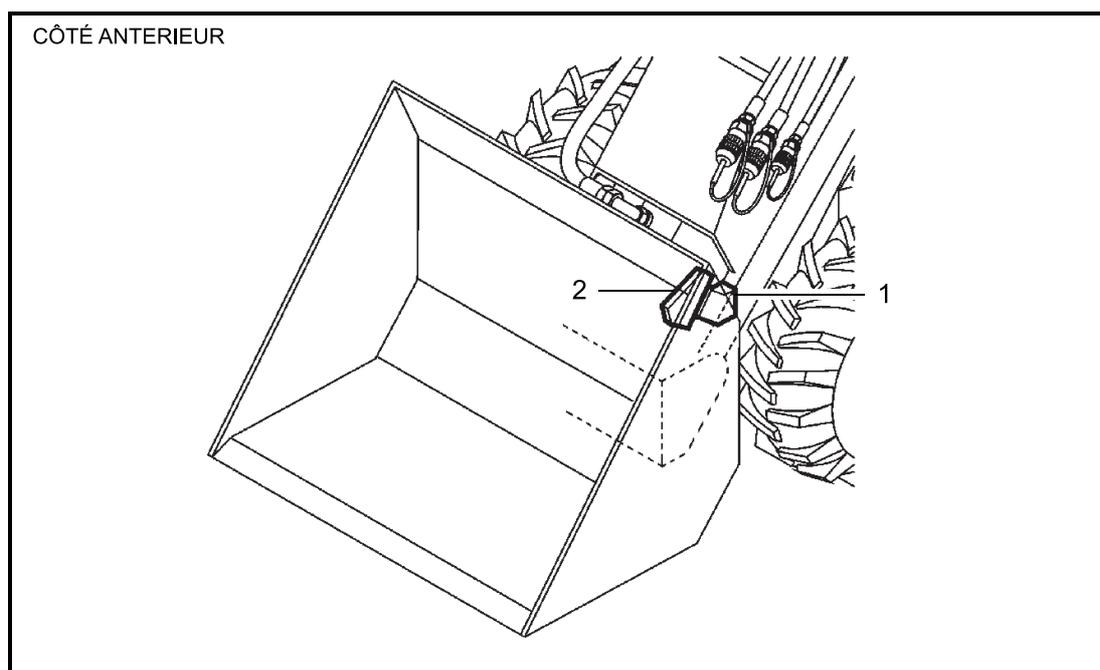

FIG. 30 (Fin de course châssis)
En phase de poussée pour le chargement de la benne, il est très important que les points d'appui du bras (**FIG.30-Réf2**) soient appuyés sur les fin de course du châssis (**FIG.30-Réf1**), car ils réduisent l'effort et la pression, évitant des dommages à la structure du bras même.
**ATTENTION: NE PAS CHARGE LA BENNE AVEC LE BRAS TÉLÉSCOPIQUE ETENDU (OPTIONNEL), MAIS RETRECIR LE BRAS ET L'APPUYER AUX FIN DE COURSE DU CHASSIS DE LA MACHINE (FIG.30-RÉF1).**